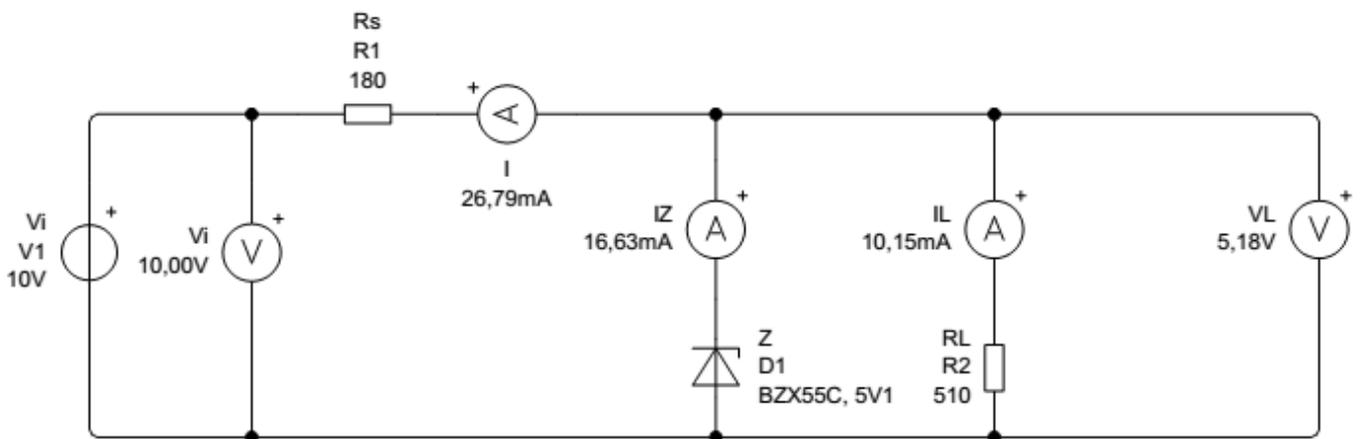

Fig. 3: Simulación - Fuente Regulada con Zener Paralelo
- i- En esta oportunidad lo haremos con el simulador, que puede ser el LIVEWIRE, u otro de su preferencia, implementando un circuito como el de la Fig. 3, con los valores adoptados en el cálculo. Debe verificarse que en cualquier situación de trabajo la corriente se Zener sea: $I_{Zmin} \leq I_Z \leq I_{ZMax}$.
- ii- Implementar el circuito de la Fig. 3 en forma práctica con los componentes e instrumentos provistos por la cátedra.